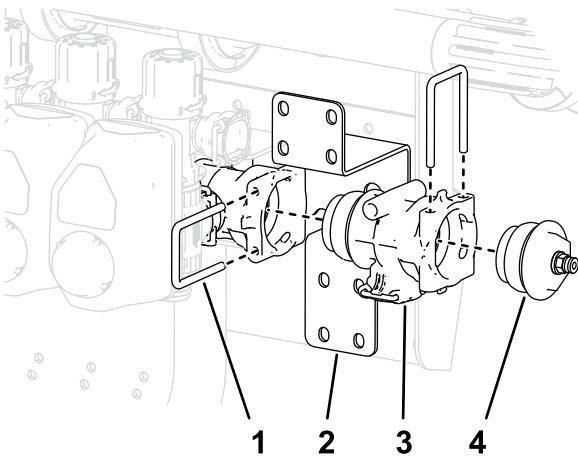

Bild 35
3. Entfernen Sie den Arretierbügel, mit dem der Anschlussstückdeckel und die Kupplung befestigt sind, vom Ende des Ventilabschnitts (Bild 35).